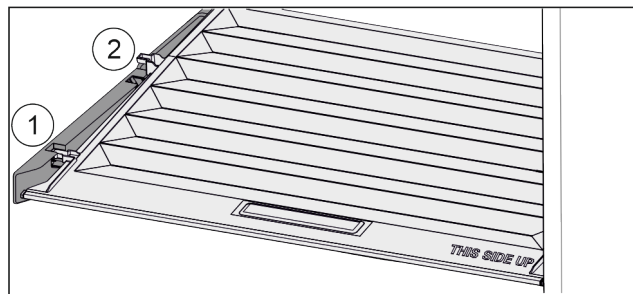

Fig. 109
- ▶ Издърпайте напред *Fig. 109 (1)* капака до отвора в задържащите части.
- ▶ Повдигнете го отзад отдолу и отстранете *Fig. 109 (2)* нагоре.